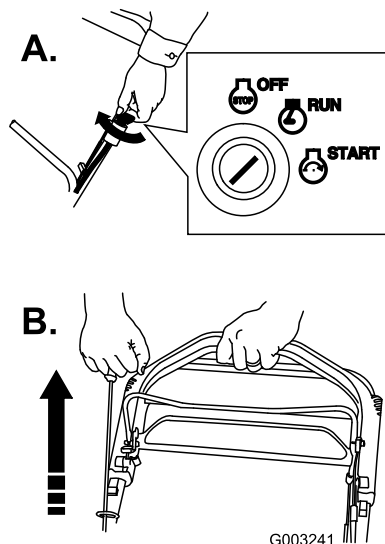

Figure 19
- Tournez la clé de contact en position Marche et tirez la poignée du lanceur en position de fonctionnement (Figure 19).